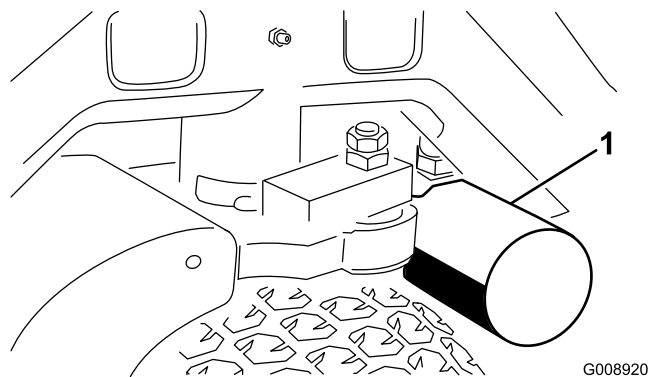
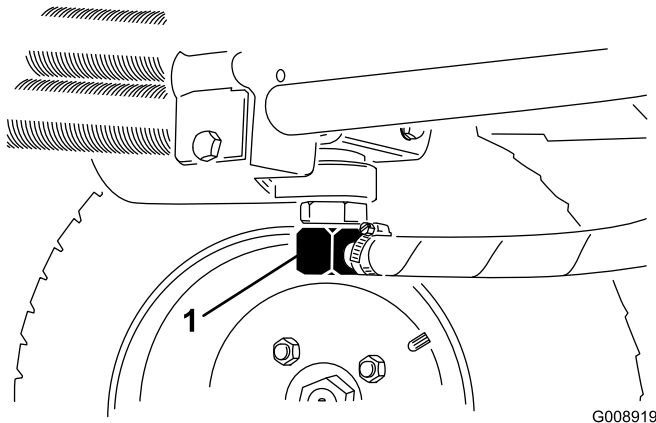

Bild 58
Bild 59
3. Reinigen Sie den Anbaubereich des Filters. Stellen Sie ein Auffanggefäß unter den Filter (Bild 58) und entfernen den Filter.
2. Klemmen Sie die Hydraulikölleitung ab (Bild 59) oder entfernen den Hydraulikölfilter (Bild 58) und lassen das Hydrauliköl in ein Auffanggefäß ablaufen. Montieren Sie die Hydraulikölleitung, wenn kein Öl mehr ausströmt.